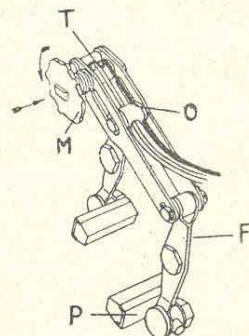

FIG. 8.
Engager ensuite le câble de frein dans le trou « C » du guide-arrêt de gaine, puis dans le trou « T » de l'axe de la manette « M » et le faire dépasser de 4 à 5 mm (Fig. 8). Contrôler que les portepatins (P) soient serrés contre les bras de frein (F) afin de donner le maximum de course aux patins. Vérifier ensuite en appuyant les patins sur la jante, que ceux-ci soient bien en ligne avec le profil de la jante.
#### RÉGLAGE DES FREINS (Fig. 8)